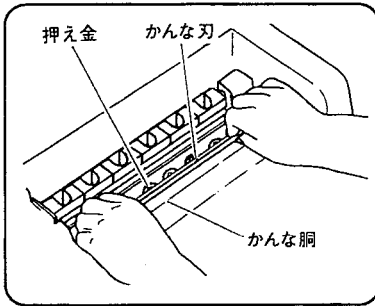

図 36
(3) かんな刃の両端を持って押え金とかんな胴の間に挿入します。(図 36)